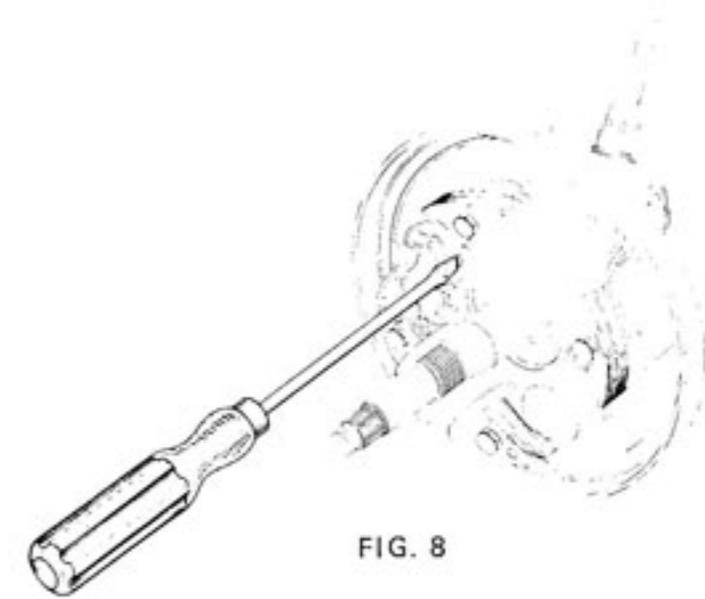

FIG. 8
- Faire pivoter l'ensemble de celui-ci à l'aide de la came excentrique n° 30 pour obtenir l'écartement indiqué. Fig. 8.
Les plateaux de volant complets dont les trous de fixation au carter moteur sont différents du modèle illustré fig. 8 b sont abandonnés.
FIG. 8 b